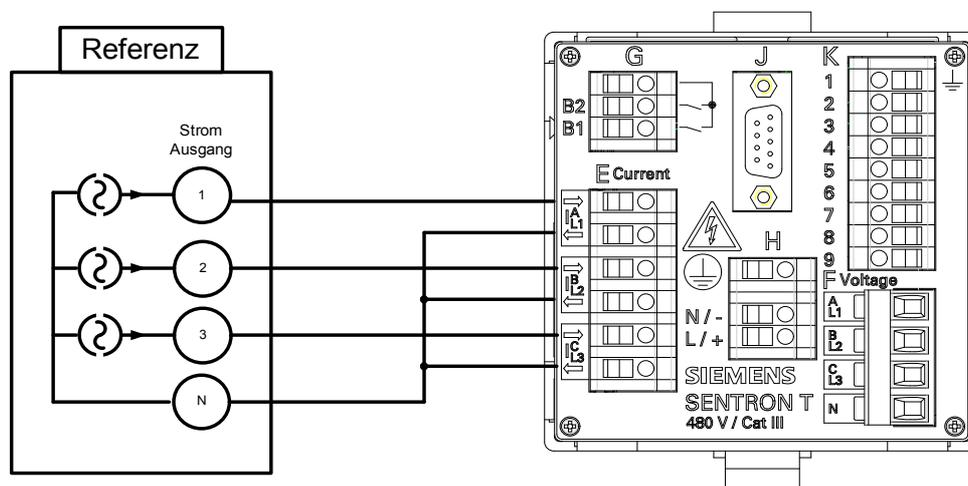

Bild 10-4 Messaufbau zum Abgleichen des AC-Strommessbereiches
- Führen Sie den Messaufbau gemäß Bild 10-4 durch.